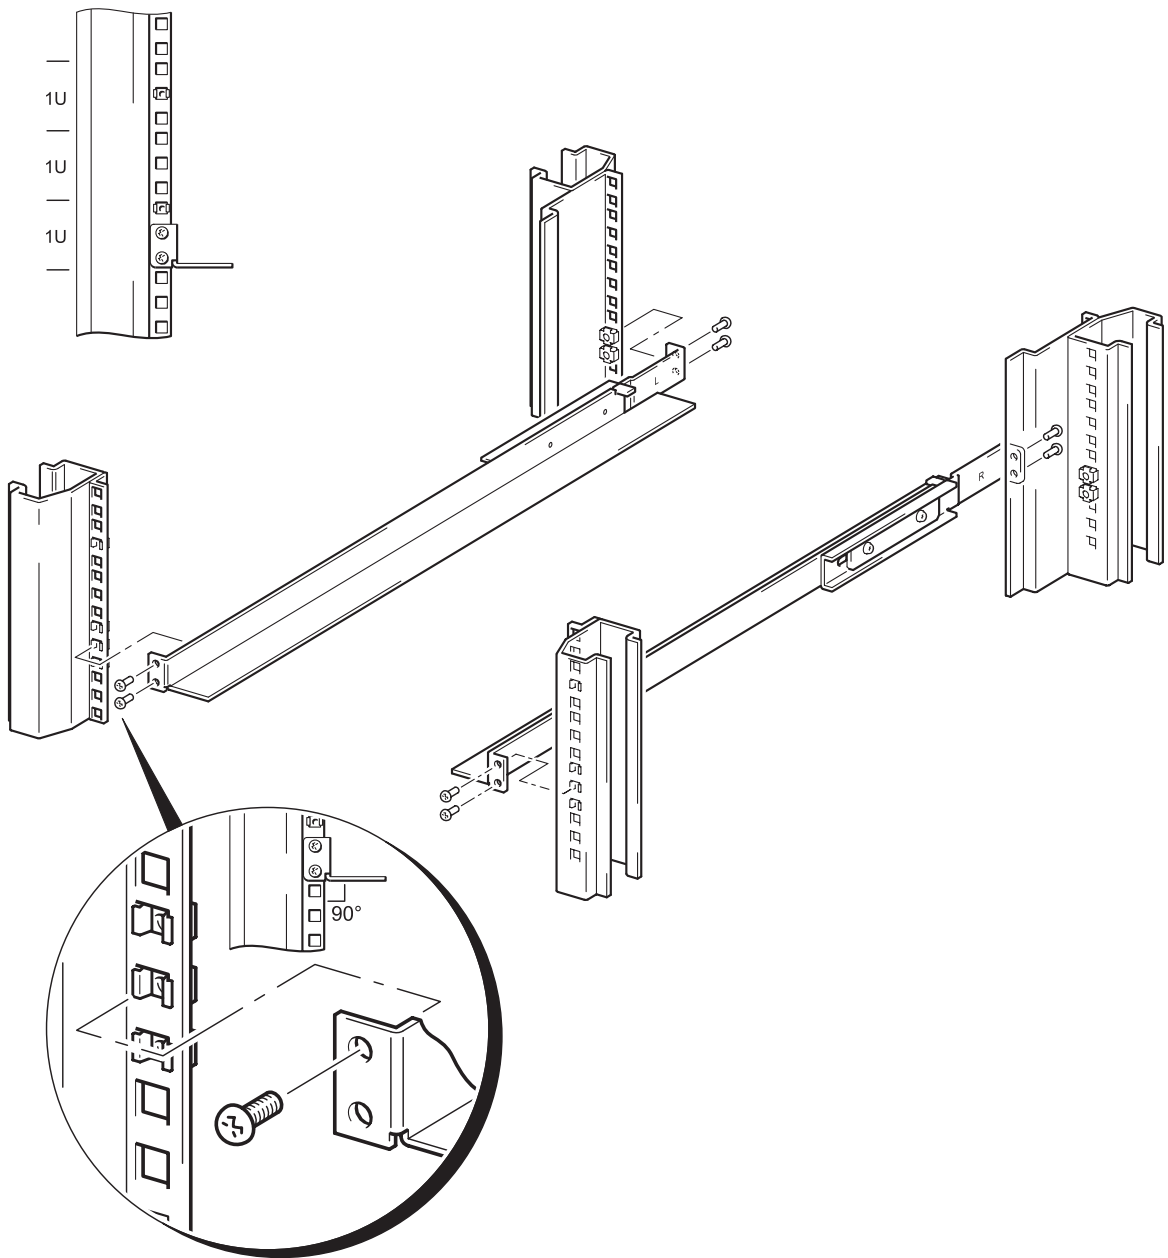

Abb. 3b: Anbringen von Montageschienen (bei runden Öffnungen)
- 1 Werfen Sie einen Blick auf Abb. 3b. Richten Sie eine Montageschiene so aus, dass der Flansch an der Rückseite der Schiene über die hintere Rack-Säule greift und die beiden Öffnungen im Flansch der Schiene an den beiden Gehäusemuttern ausgerichtet sind. Dies lässt sich wesentlich einfacher zu zweit erledigen.